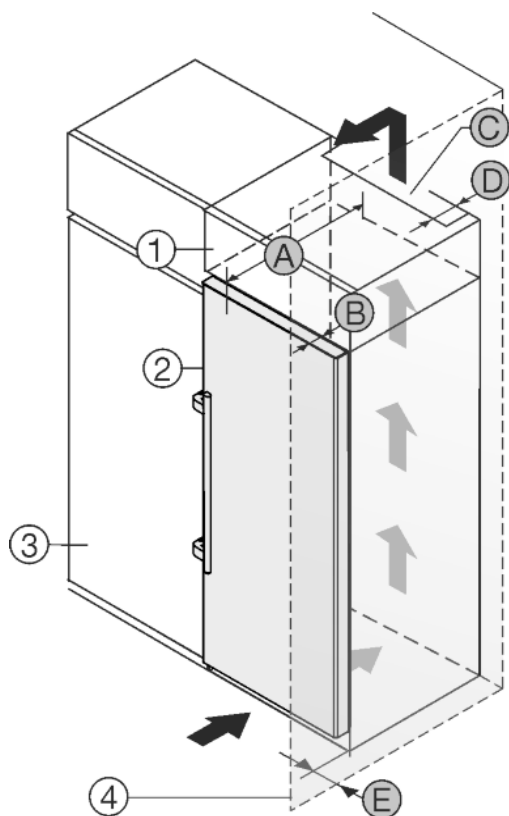

Fig. 22
Устройство может быть окружено кухонными шкафами. Чтобы уравнять устройство Fig. 22 (2) по высоте с кухонной стенкой, можно установить над устройством дополнительный шкафчик Fig. 22 (1).
Установить устройство можно непосредственно рядом с кухонным шкафом Fig. 22 (3). Чтобы можно было полностью открыть двери, устройство должно выступать на глубину Fig. 22 (B) относительно передней стенки кухонного шкафа. В зависимости от глубины кухонных шкафов и использования пристенных распорок устройство может выступать и больше.
- На задней стенке дополнительного шкафчика должен быть вентиляционный канал с глубиной Fig. 22 (D) по всей ширине этого шкафа.
- Нужно соблюдать вентиляционное отверстие Fig. 22 (C) под нижней панелью.
Если устройство установлено на шарнирах у стены Fig. 22 (4), то нужно соблюдать расстояние Fig. 22 (E) между устройством и стеной. Настолько выступает ручка при открытой дверце.